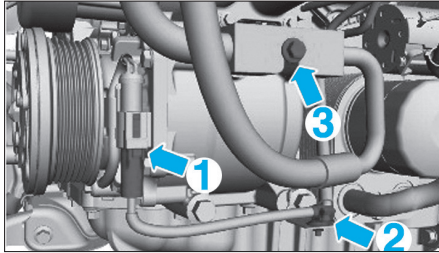

Fig. 6
- Débrancher (1) puis dégrafer (2) le faisceau électrique (Fig.6).
- Déposer la vis (3).